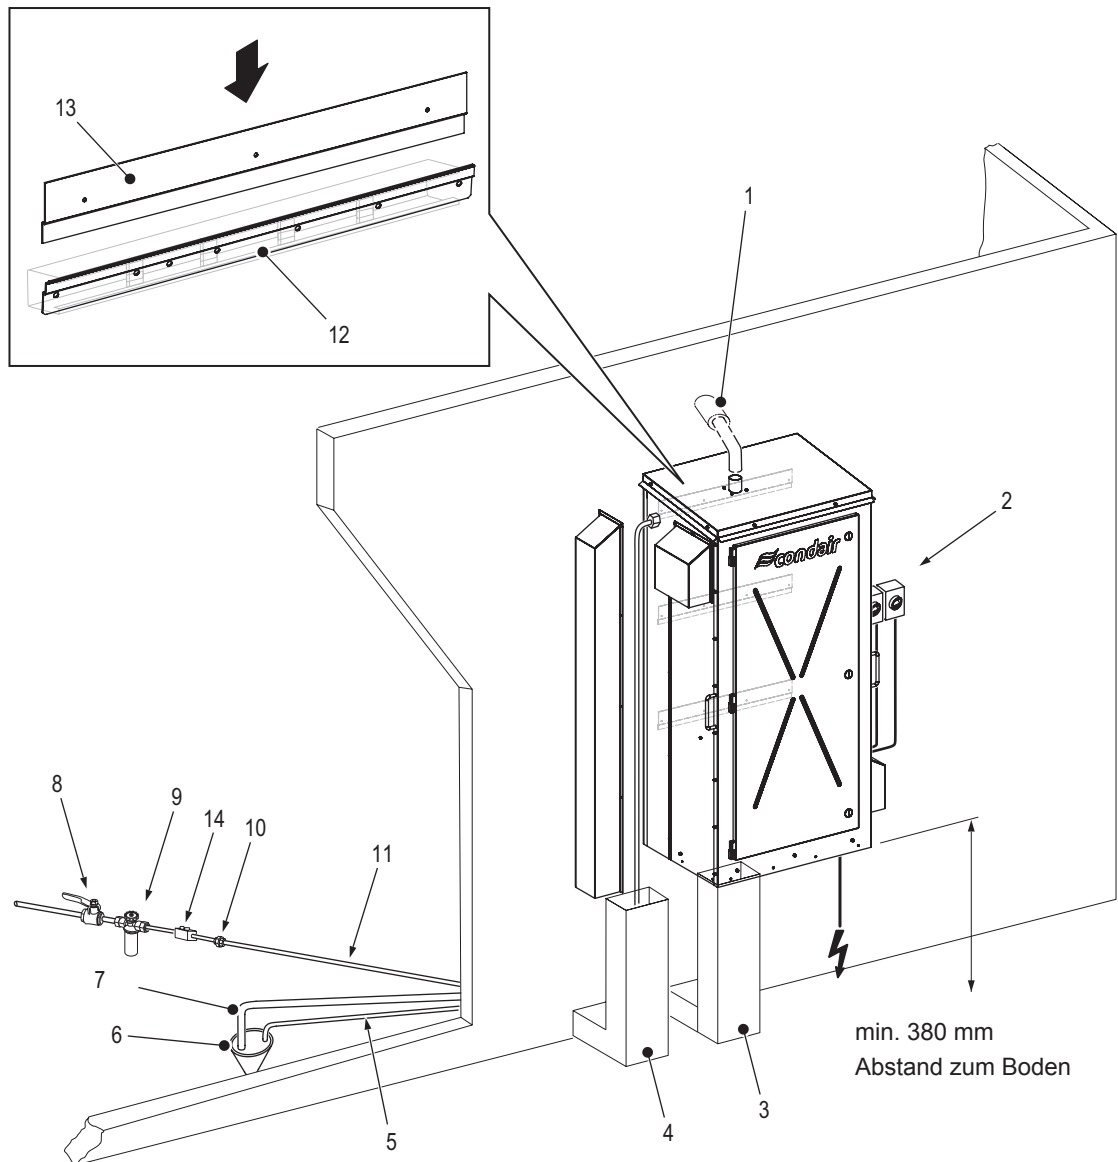

Abb. 7: Typische Installation an einer Aussenwand (abgebildet ist das mittelgrosse Gerät)
- an einer geeigneten Fläche einer senkrechten Aussenwand, siehe Abb. 7 in Kapitel 5.2.3.